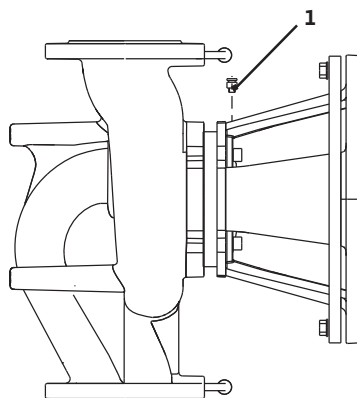

Fig. 40: Luftventil
- Lufte pumpen ved å løsne luftventilene (Fig. 40, pos. 1). Tørrkjøring ødelegger pumpens mekanisk tetning. Ikke luft differansetrykkgiveren (fare for ødeleggelse).